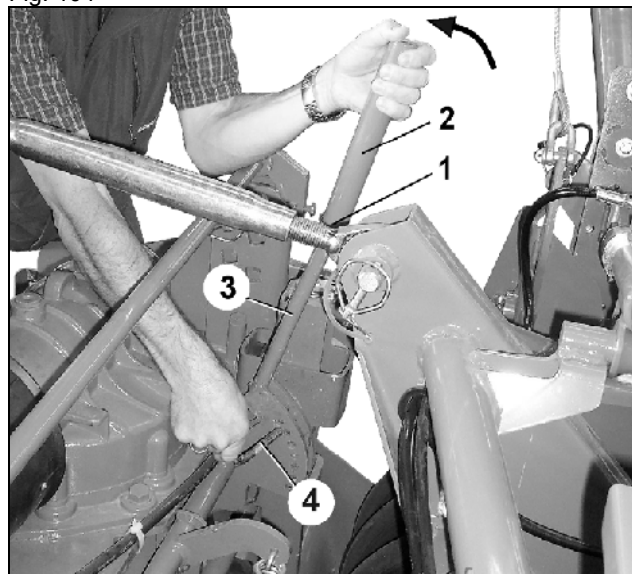

Fig. 105
- Desfaceți șplintul (Fig. 105/1)
- Desprindeți prelungitorul pârgheii (Fig. 105/2) de pe pârghie (Fig. 105/3)
- Rotiți prelungitorul pârgheii și fixați-l pe pârghie cu șplintul (Fig. 105).
- Prin fixarea bolțului (Fig. 105/4) în grupul de orificii se reglează înălțimea dorită a traversei de nivelare.